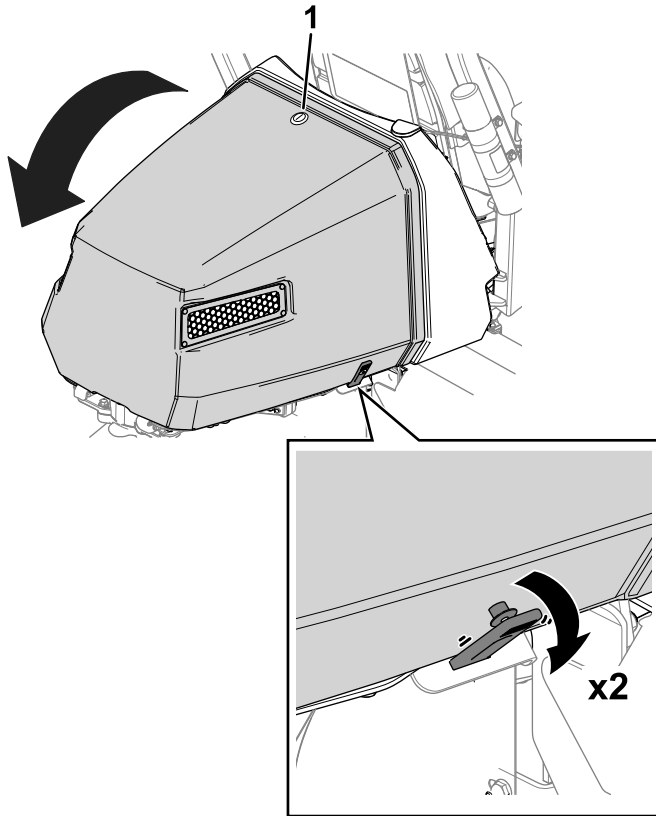

図 45
1. フードラッチを外します 図 45
2. フードの両側でストラップを外す 図 45。